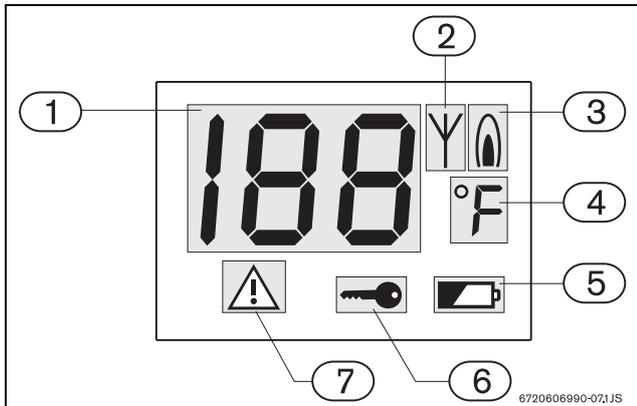

Fig. 33 LCD multifuncional
Este aparelho dispõe de um sistema de diagnóstico de avarias. A indicação da detecção destas anomalias é feita através de códigos de erros visualizado no painel LCD (Fig. 33, pos. 1) e de um símbolo de "bloqueio de segurança" (Fig. 33, pos. 7). O aparelho só volta a funcionar após a causa da avaria ter sido eliminada e se ter pressionado a tecla de rearme.
O telecomando não é fornecido com as pilhas instaladas. Quando as baterias estão gastas, é visualizado o símbolo (Fig. 33, pos. 5) no LCD.